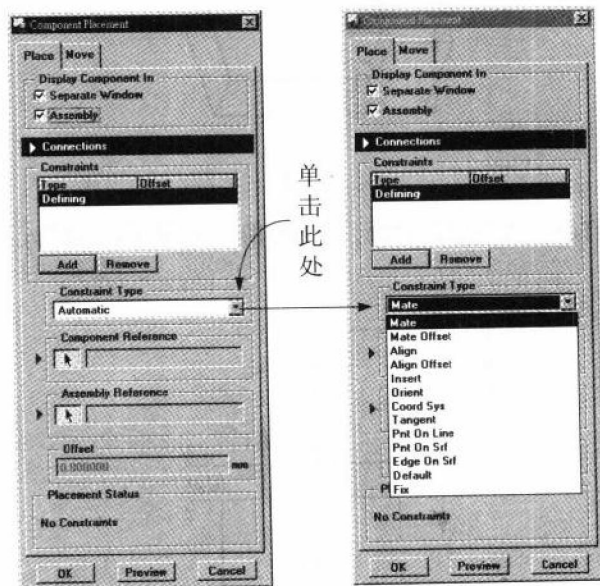

图 1.7
7. *Component Placement* 对话框中, *Constraint Type* 列表框用来指定配合关系的种类, 所包含的项目如下(如图 1.7)。